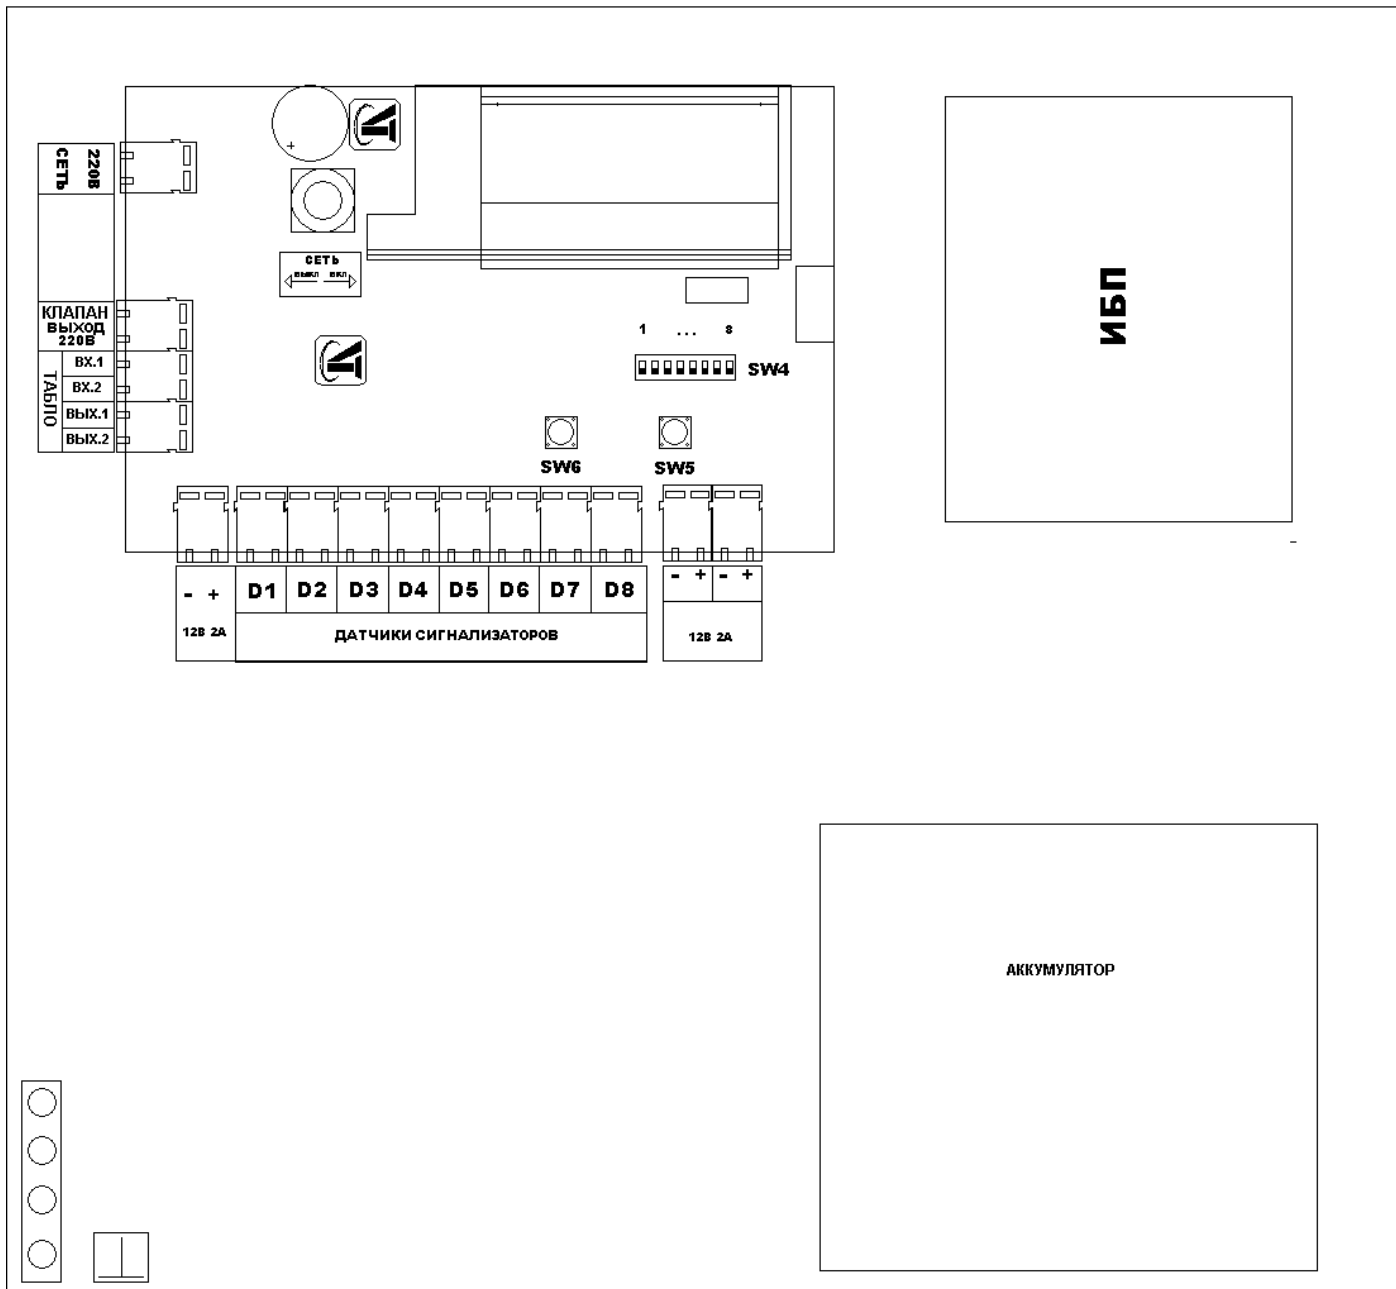

Рис.1. Схема внешних соединений ЩСМ-31-8
1. Подключить аварийные линии связи от сигнализаторов загазованности (выполняется контрольным кабелем) к контактным клеммам устройства ЩСМ-31-8 согласно схеме на Рис.1.